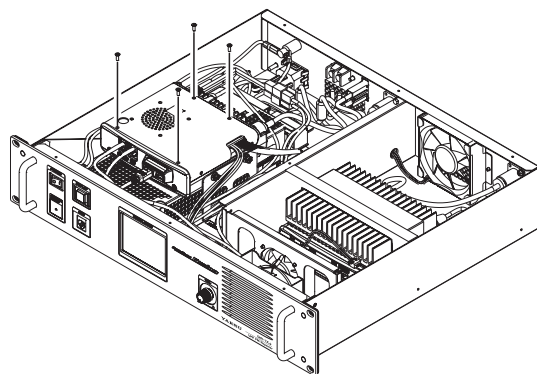

図 2
4. 受信ユニット上面カバーのねじ（4 本）を外して、カバーを外します（図 2）。